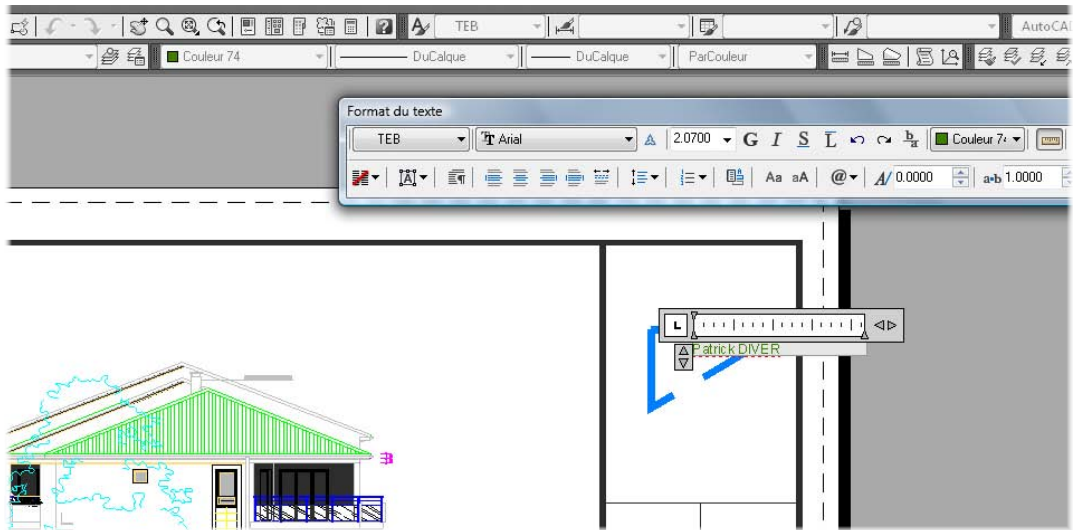

Figure 6.40
40. Pour finir le cartouche, nous allons ajouter un logo et du texte (voir Figure 6.40).